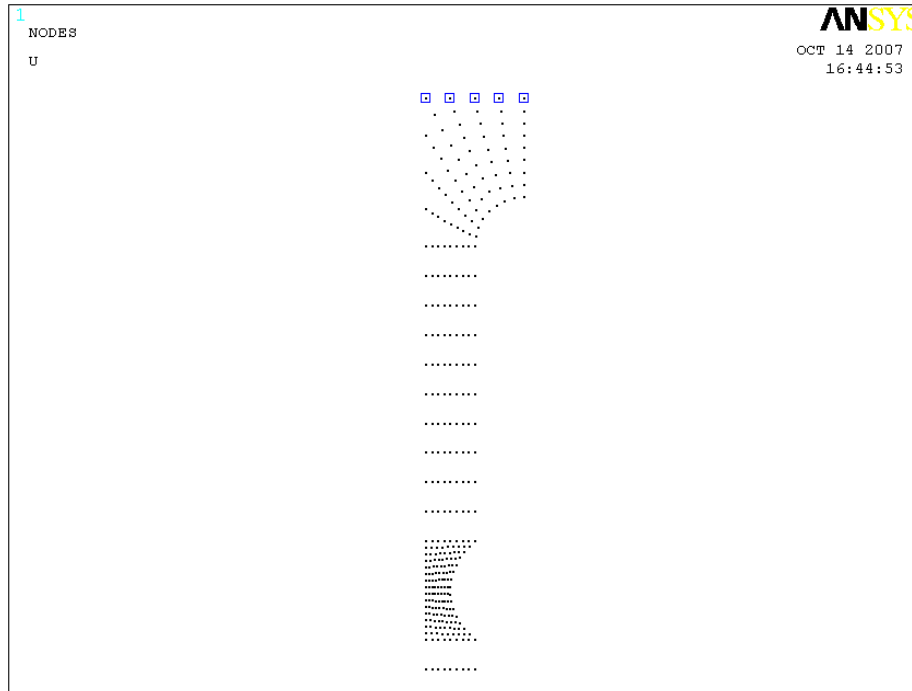

Рисунок 35. Выбор узловых точек, к которым приложены динамические нагрузки
- Далее необходимо с помощью окна выбора **Reselect nodes** выбрать узловые точки (Рисунок 35), принадлежащие верхней границе образца линии **L6** (**Ошибка! Источник ссылки не найден.**).